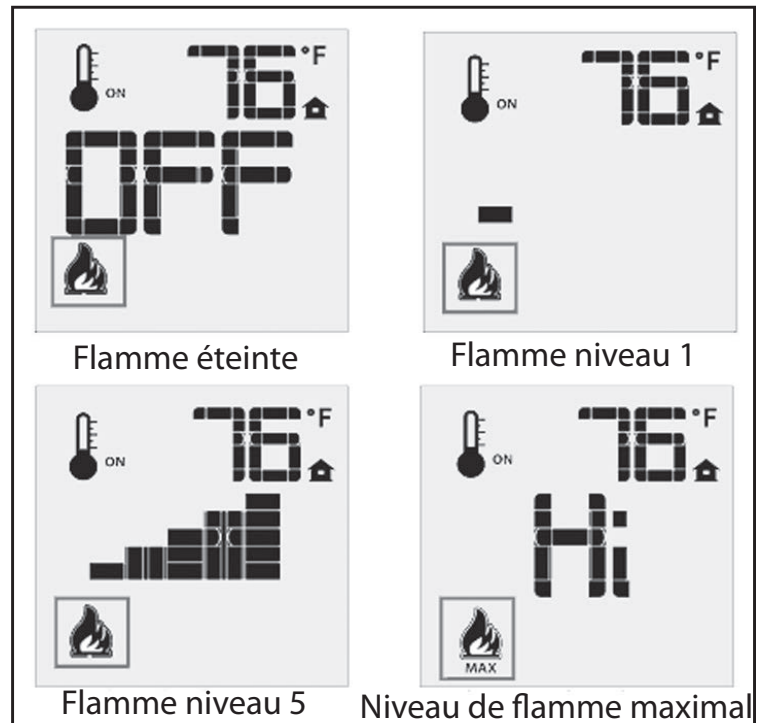

Figure 10: Contrôle de la Flamme
6. Retirez les deux vis fixant le T-20 avant-scène pan (voir Figure 10). Si nécessaire, il y a 4 T20 vis qui maintiennent le brûleur ailes pour le brûleur qui peut être retirée pour faciliter l'accès aux deux vis T20. Une fois la vis enlevées soulever pour retirer.